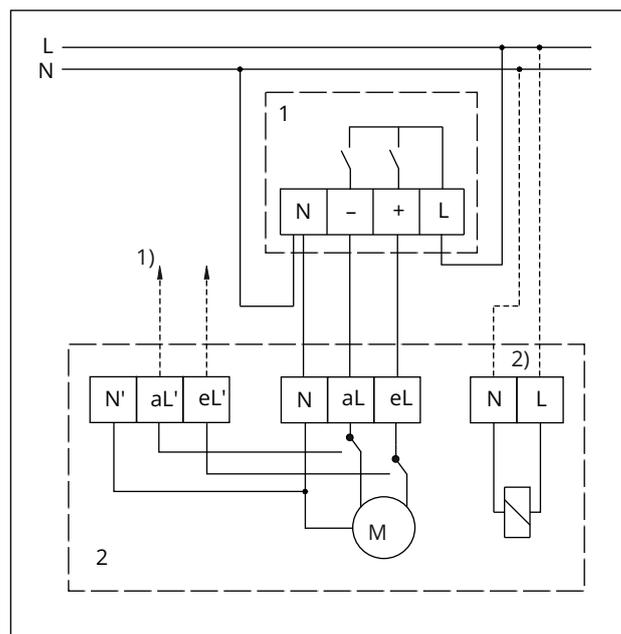

Fig. 10 : Raccordement électrique · Exécution trois points
- ⇒ Introduire les câbles de connexion dans le boîtier à travers le presse-étoupe, puis les raccorder selon la Fig. 10.